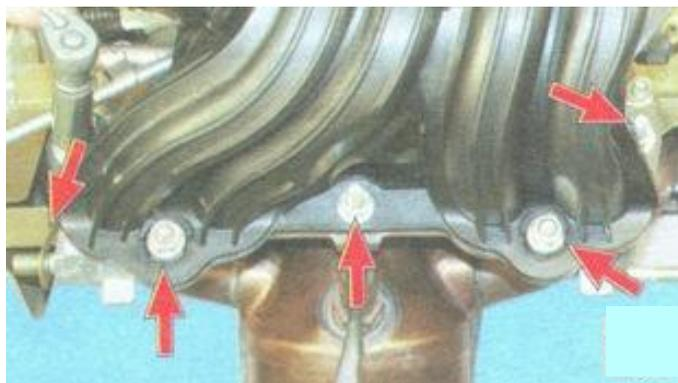

Рис. 1.1. Гайки крепления модуля впуска к впускному коллектору
5. Отворачиваем пять гаек крепления модуля впуска к впускному коллектору, и снимите модуль впуска вместе с дросельным узлом со шпилек впускного коллектора (рис. 1.1).